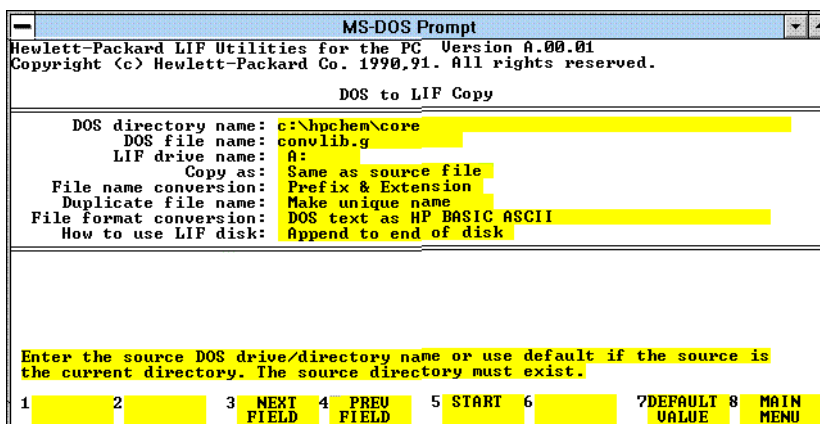

Figura 26 Impostazioni per la copia del file CONVLIB.G da DOS a PAWS utilizzando LIF
- 3 Dal menu principale scegliere DOS to LIF <ENTER>. Compilare la finestra LIF come riportato nella Figura 26. Con il cursore sul campo File format conversion, utilizzare i tasti F1/F2 per modificare le scelte per la conversione. Dopo avere completato la finestra, selezionare F5 per avviare la conversione.